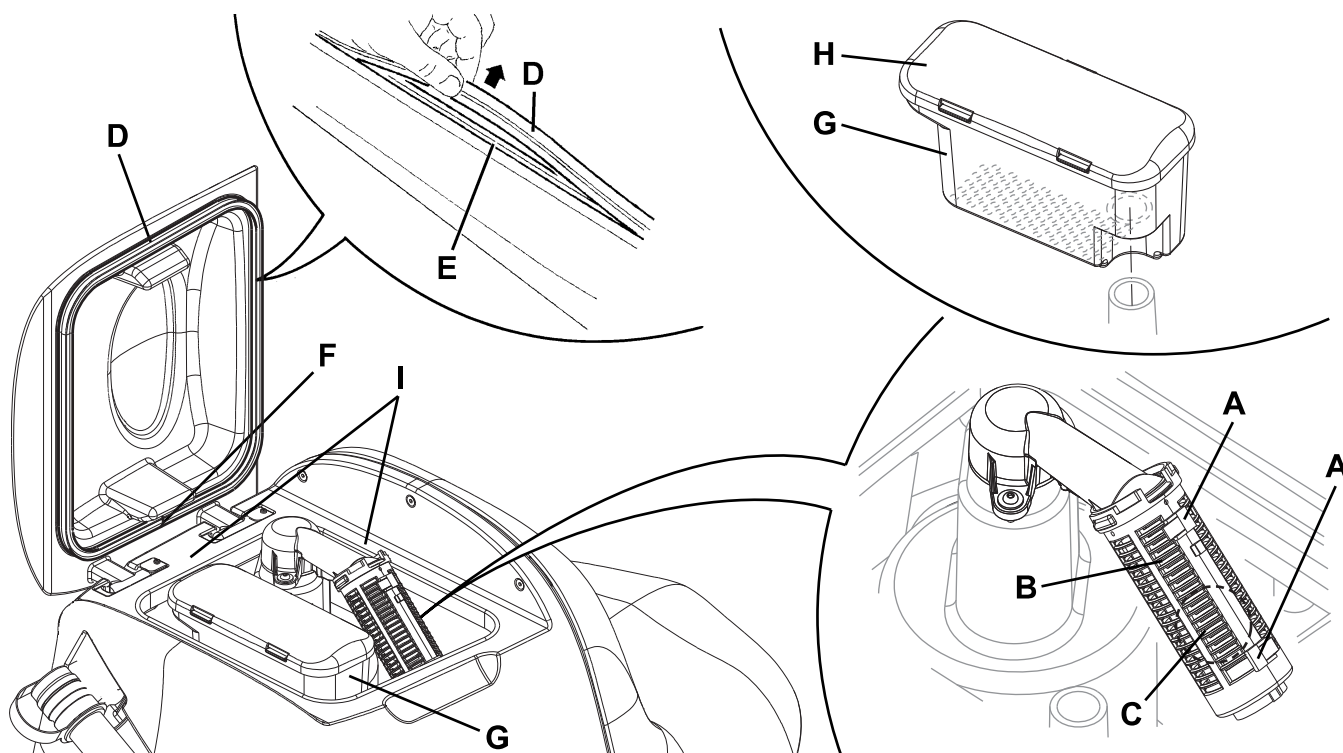

Abbildung 7
5. Ansaugitter (27) reinigen, Haltevorrichtungen (A, Abb. 7) lösen, Gitter (B) öffnen und Schwimmer (C) entnehmen. Sorgfältig reinigen und wieder einbauen.
6. Behälter mit Schmutzfanggitter (26) reinigen, Sammelbehälter (G) herausnehmen und Deckel (H) abnehmen. Sorgfältig reinigen und wieder auf dem Ansaugrohr montieren.
7. Überprüfen, ob die Dichtung (D) des Tankdeckels unversehrt ist.